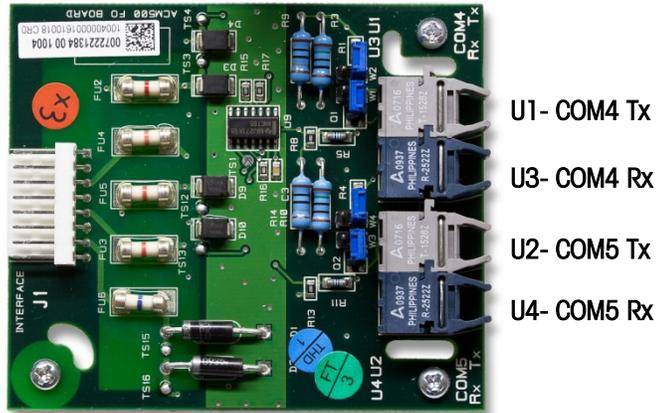
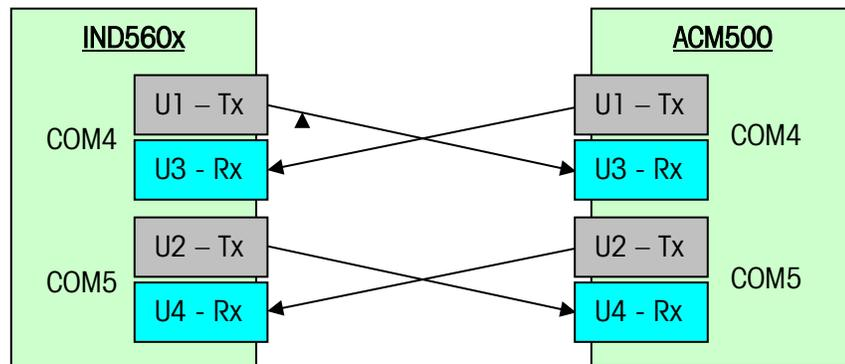

Figure 3-9 : Carte de l'interface à fibres optiques
Figure 3-10 : Schéma des connexions du câble à fibres optiques
3. Lors de la connexion des câbles à fibres optiques au COM4, déterminez lequel des deux câbles à fibres optiques provient du port COM4 de l'IND560x. Branchez le câble à fibres optiques de l'émetteur COM4 (U1) de l'IND560x dans le récepteur COM4 (U3) de l'ACM500 et le câble du récepteur COM4 (U3) de l'IND560x dans l'émetteur COM4 (U1) de l'ACM500. Voir la Figure 3-9 pour l'identification des émetteurs et des récepteurs sur la carte de l'interface à fibres optiques ACM500. La Figure 3-10 indique le câblage approprié entre l'IND560x et l'ACM500.
4. Lors de l'installation d'une connexion à COM5, déterminez lequel des deux câbles à fibres optiques provient du port COM5 de l'IND560x. Branchez le câble à fibres optiques de l'émetteur COM5 (U2) de l'IND560x dans le récepteur COM5 (U4) de l'ACM500 et le câble du récepteur COM5 de l'IND560x dans l'émetteur COM4 (U2) de l'ACM500. La Figure 3-10 indique le câblage approprié entre l'IND560x et l'ACM500.